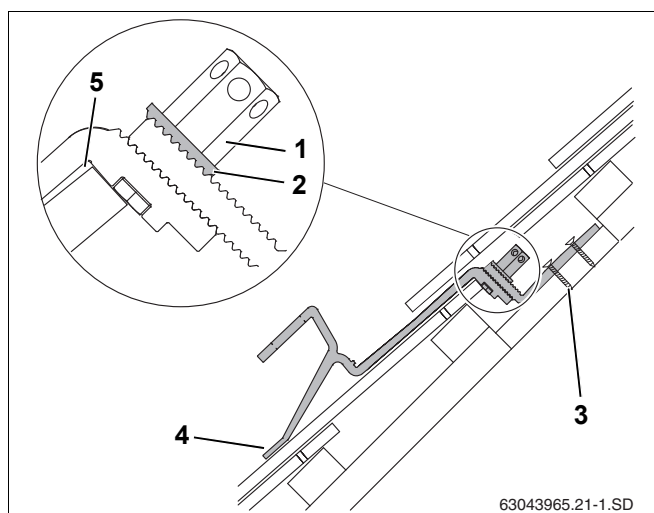

Рис. 19 Установленный кровельный крюк - разрез с обрезанной нижней частью
- ▶ Установите переднюю подпорку на черепицу таким образом, чтобы она при нагрузке прилегла к ней (рис. 19, поз. 4).
При этом должен быть зазор между кровельным крюком и верхним краем черепицы (рис. 19, поз. 5). При необходимости подгоните черепицу сверху.
Зубчатая подкладная шайба (рис. 19, поз. 2) должна войти в зацепление с нижней частью кровельного крюка.
- ▶ Затяните высокие гайки (рис. 19, поз. 1). Для этого вставьте ключ SW5 в отверстие гайки и поверните его.
- ▶ Нижнюю часть кровельного крюка прикрепить к стропилам или доскам/брусу минимум в первом (рис. 19, поз. 3) и втором отверстиях соответствующими шурупами.